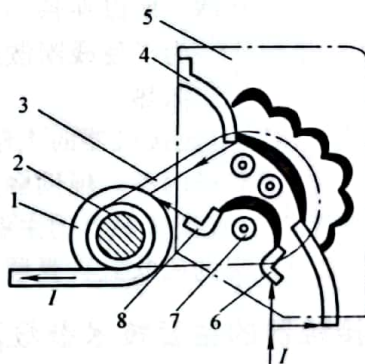

图 5-8 磁吹灭弧法
② 磁吹灭弧法。在一个与触点串联的磁吹线圈产生的磁场作用下，电弧受电磁力的作用而拉长，被吹入由固体介质构成的灭弧罩内，与固体介质相接触，电弧被冷却而熄灭，磁吹灭弧法如图 5-8 所示。直流电器中常采用磁吹灭弧。